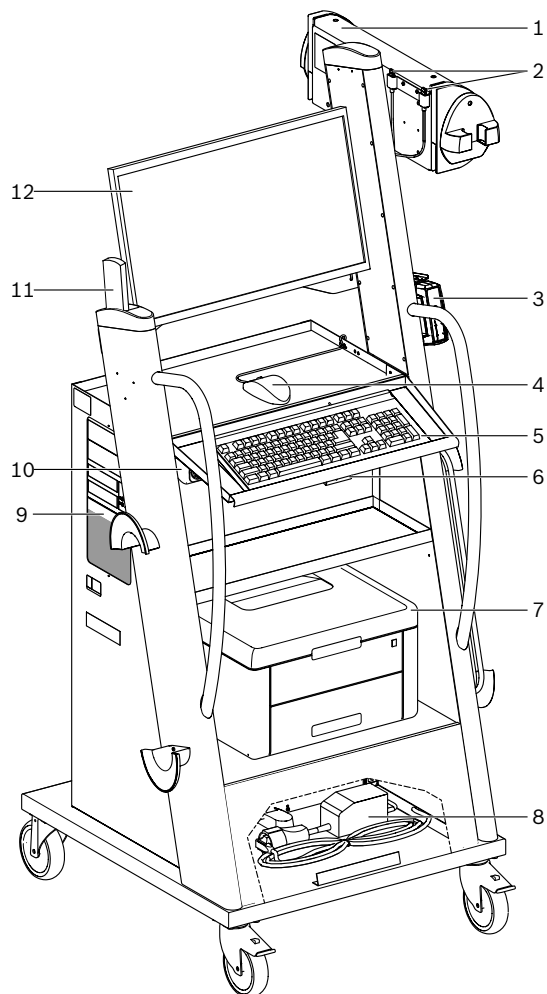
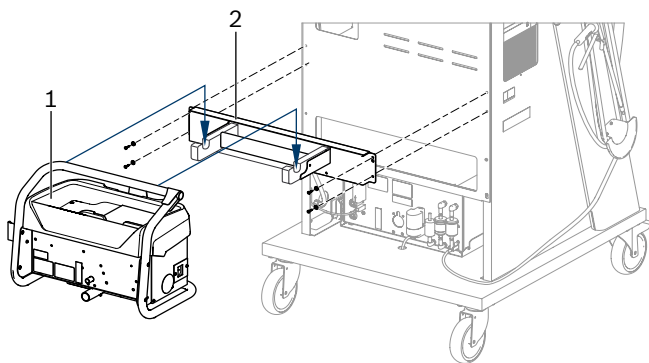

Abb. 1: Vorderansicht FSA 740
Abb. 4: Halterung montieren
2. Halterung für BEA 070 (Abb. 4, Pos. 2) an Fahrwagen montieren.
3. BEA 070 (Abb. 4, Pos. 1) in Halterung einhängen und falls gewünscht, die USB-Verbindungsleitung am BEA 070 und am USB-Anschluss an der Vorderseite des PC's (Abb. 1, Pos. 9) einstecken.
4. Netzanschlussleitung am BEA 070 und an der Steckdosenleiste (Abb. 1, Pos. 10) anschließen.
7. Transportsicherungen an Laserdrucker entsprechend beigelegter Anleitung entfernen. Laserdrucker (Abb. 1, Pos. 7) in den Fahrwagen stellen und anschließen. Netzanschlussleitung und USB-Verbindungsleitung liegen bereits anschlussbereit im Fahrwagen.
Schalten Sie mit dem zentralen Netzschalter auf der Gerätevorderseite (siehe Abb. 1, Pos. 10) FSA 740 ein oder aus.